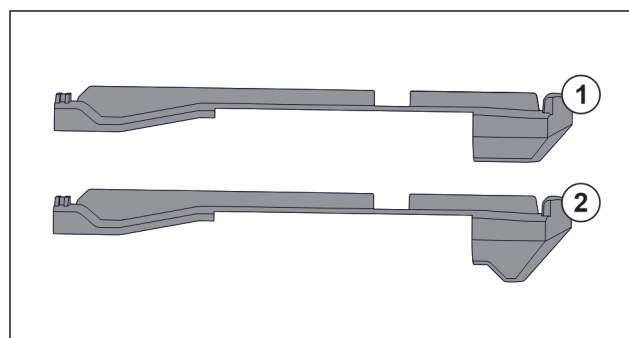

Fig. 125 A felhúzható elemek összehasonlítása
A készülékben két különböző felhúzható elem található. A legalsó fiók felett lévő felhúzható elemnek Fig. 125 (2) háromszögletű éle van. Minden más felhúzható elemnek Fig. 125 (1) egyenes éle van.
- ▶ A háromszögletű éllel rendelkező felhúzható elemet Fig. 125 (2) vigye a legalsó fiók fölé.
- ▶ Egyenes éllel rendelkező felhúzható elemet Fig. 125 (1) tegyen minden más helyre.